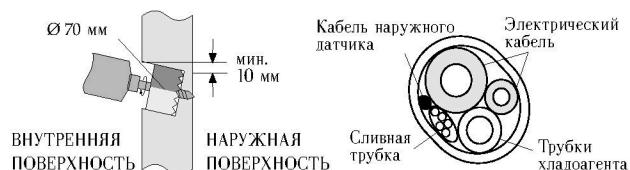

Рис. 6
- Для соединения наружного и внутреннего агрегатов в стене должно быть просверлено отверстие диаметром 70 мм, через которое пройдут трубы хладоагента, сливная трубка и электрический кабель (см. рис. 6).